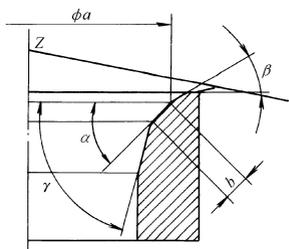

图 2-85 进、排气门座
4) 若超过修整尺寸, 则不再能保证液压挺杆正常工作, 应更换气缸盖。进、排气门座如图 2-85 所示, 修整尺寸见表 2-13。